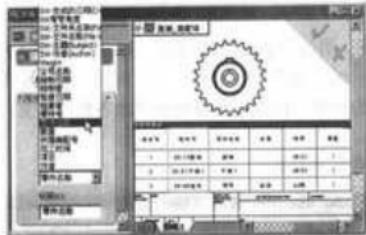

图 6-178 设定插入列的列属性
(3) 在“插入右列”属性管理器中，设置有关选项后，零部件属性自动显示在该列，如图 6-178 所示。